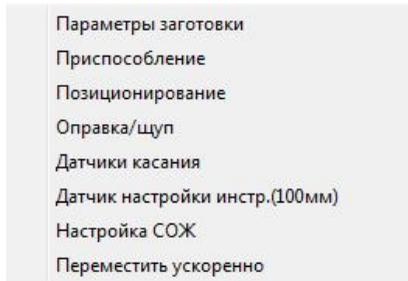
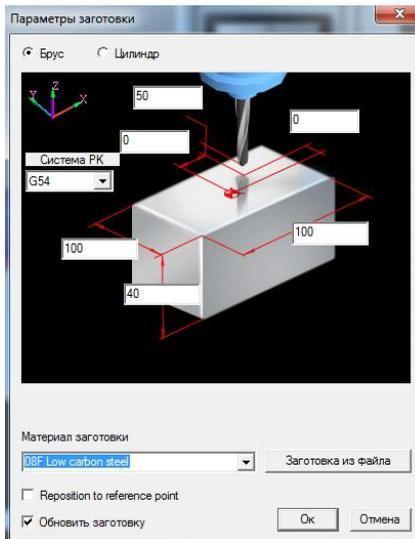
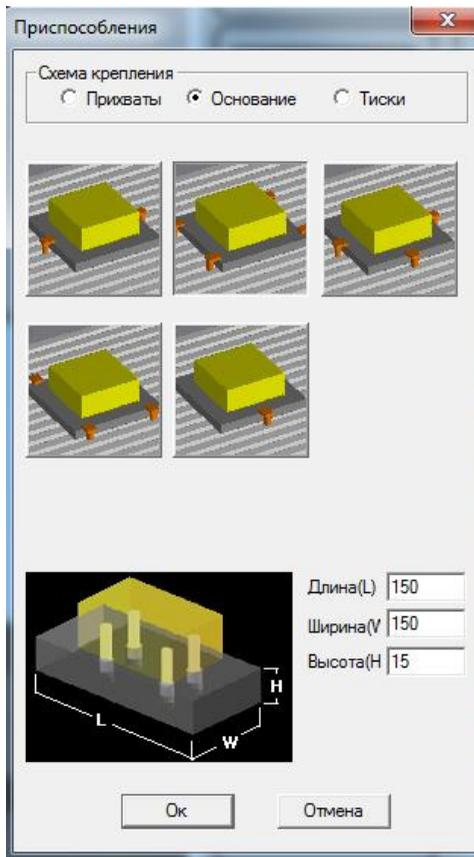
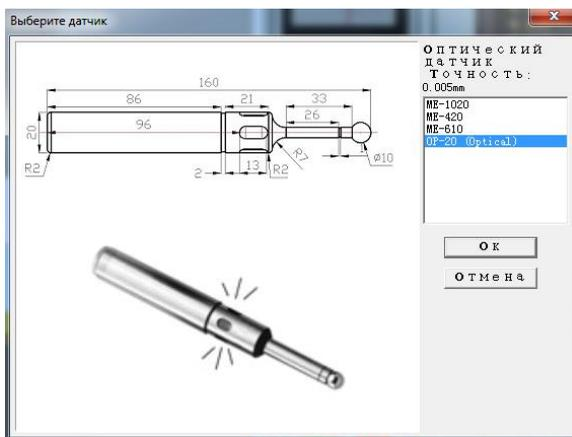

Рисунок 3.9 – Всплывающее окно рабочих настроек
Рисунок 3.10 - Параметры заготовки
Рисунок 3.11 – Окно выбора схемы крепления заготовки
Рисунок 3.13 – Окно выбора измерительного датчика
В программе представлен ряд рабочих настроек (рис. 3.9). Рассмотрим три, наиболее важные.
Для установки размеров заготовки используется пункт «Параметры заготовки» (рис. 3.9). Кроме габаритных размеров заготовки, важно учесть, где будет установлена нулевая точка заготовки, смещение инструмента по осям X и Y, безопасное расстояние (рис. 3.10).
После выбора пункта «Приспособление» (рис. 3.9) появляется окно выбора схемы крепления заготовки на станке (рис.3.11).
С помощью пункта «Датчик касания» (рис. 3.9) возможно использовать измерительный датчик (щуп) для определения нулевой точки детали (заготовки). Программа предлагает четыре разновидности измерительных датчиков. В практической работе рекомендуется использовать оптический щуп OP-20 (рис. 3.13), который при выборе сразу же устанавливается в шпиндель станка. Повторное нажатие на эту команду отменяет использование данного инструмента. При касании датчика с заготовкой, на нем загорается индикатор.
1. Поместите деталь (заготовку) в тиски и зажмите. Если используется симулятор подвесного пульта управления станком см. рисунок 3.11.
2. Вставьте в шпиндель измерительный датчик. Если используется симулятор подвесного пульта управления станком см. рисунок 3.13.